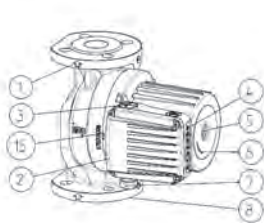
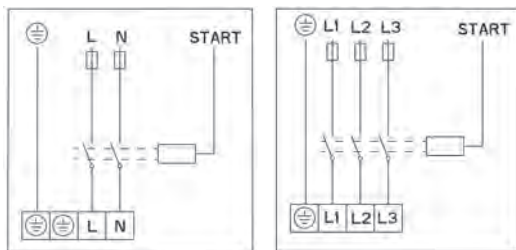

Fig.1
Fig. 3
- Pompa trebuie să fie montată în sistemul de conducte cu axa pompei 1-1 în poziție orizontală (Fig. 3).
- Direcția debitului de apă din pompă trebuie să se potrivească cu direcția indicată de săgeata de pe carcasa pompei (Fig.1-POS.1).
- Flanșele de racord sunt proiectate pentru presiunea nominală NP 6/10 (Fig.1 – POS.8)
- Pompele GHN (basic, auto), GHNM (basic, auto) au o singură carcasă hidraulică (Fig.1 – POS.8).
Carcasa hidraulică a pompei poate fi izolată numai până la fanta dintre motor și carcasa hidraulică. Deschiderile pentru scurgerea condensului trebuie să rămână neacoperite pentru a permite drenarea din carcasa statorului. În mod similar, aceleași deschideri trebuie să fie descoperite și la sistemele de încălzire, când se va efectua numai izolarea termică a carcasei hidraulice (Fig. 1, 2, POS. 15). Carcasa motorului electric, pe care sunt dispuse deschiderile pentru drenarea condensului, nu trebuie să fie izolată în nici un caz!
Cablajul trebuie conectat prin intermediul unei presetupe de cablu M20 (Fig.1 – POS.7).
Conexiunile electrice ale pompei trebuie efectuate în conformitate cu diagrama de conexiuni (Fig. 3) atașată pe spatele capacului motorului. Înainte de a face acest lucru, desfaceți capacul superior (Fig.1 - POS. 2).
La pompele de tip GHN (basic, auto), GHND (basic, auto), GHNMD (basic, auto), GHNMD (basic, auto) rotorul este imersat și dotat cu lagăre speciale gresate cu apă. Înainte de a pune pompa în funcțiune, aceasta trebuie umplută cu apă și dezaerată. Dezaerați pompa prin desfacerea șurubului de la spatele motorului electric (Fig.1-POS.5). Aerul va ieși prin fanta dintre arborele motorului și lagăr. Când apa începe să curgă pe aici, închideți vanele atât la partea de aspirație cât și de refulare a pompei. Porniți pompa și verificați direcția de rotație a axului. În cazul unei direcții de rotație greșite, va începe să clipească un bec cu lumină roșie.
Deconectați pompa de la curent, închideți vanele de pe ambele părți ale pompei (aspirație și refluxare), deșurubați șurubul de la orificiul de dezaerare, plasați șurubelnița (Fig.1-POS.5) în canelura arborelui și răsuciți atât cât permite forța de frecare. Apoi înșurubați înapoi șurubul de la orificiul de dezaerare.